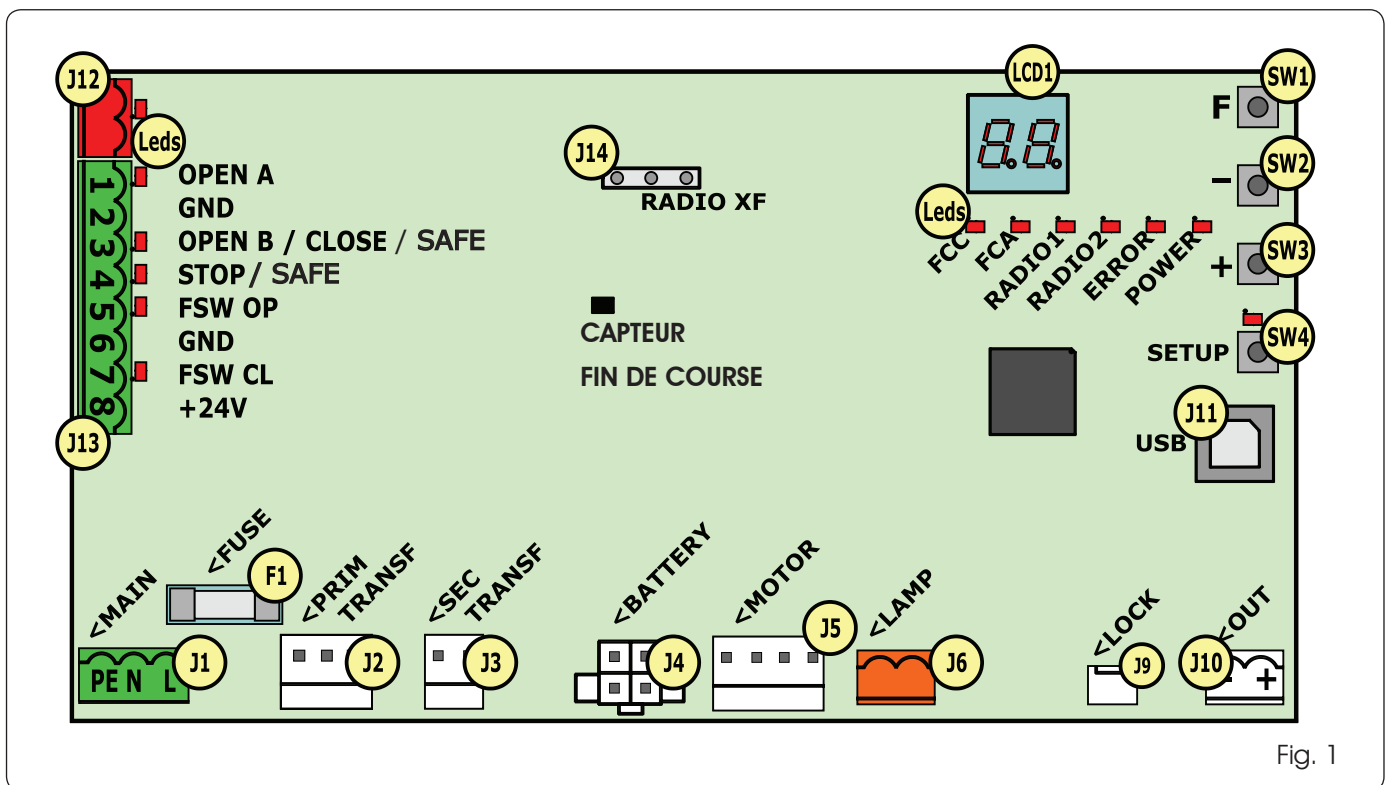

Fig. 1
- Si l'on n'utilise aucun accessoire BUS-2EASY, laisser libre le connecteur BUS-2EASY (J12 - Fig. 1).**